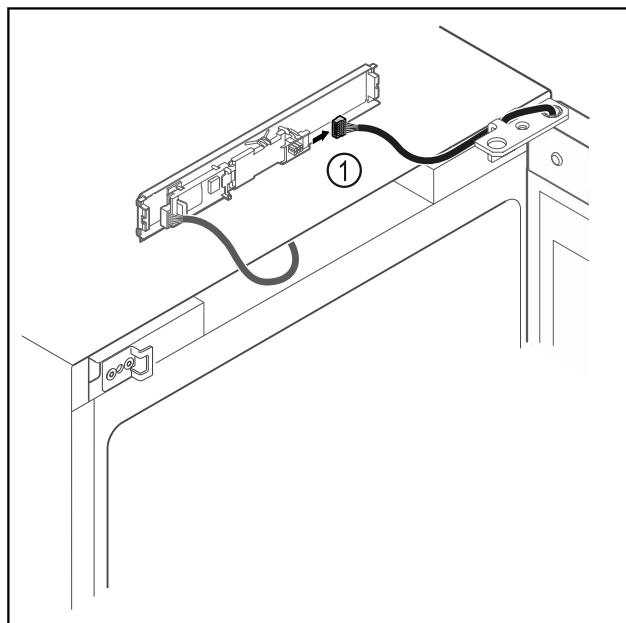

Fig. 20
- Vtič Fig. 20 (1) odstranite s tiskanega vezja.